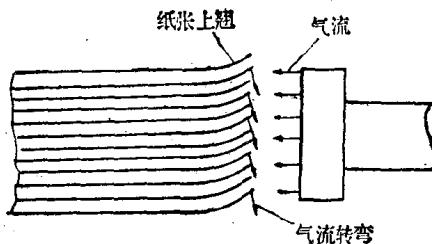

图 1 纸张上翘
1. 纸张拖梢向上翘起：当散纸吹风嘴吹出的气流接触纸边时，因上翘纸张的纸边有一个圆弧（如图 1），气流遇此圆弧，被分成两部分，一部分气流使纸张上抬，另一部分气流向下转，无法分开纸张，使挡纸毛刷失去作用。同时上翘的纸边一般都具有弹性，吹风压脚压纸时，它就缩下去，抬起